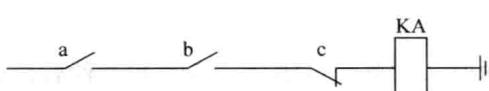

图 1-7 串联联锁
(1) 串联联锁（见图 1-7）。在某电器的工作线圈前串联若干其他电器的联锁。